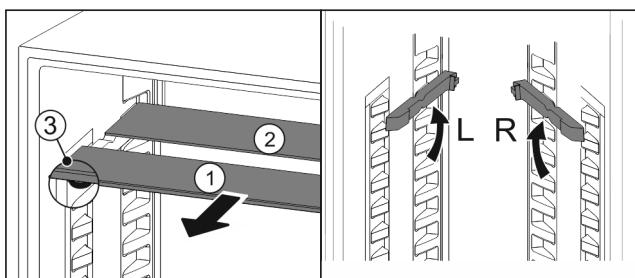

Fig. 60
- Издърпайте Fig. 60 (1) поотделно стъклените площи напред.
- Стъклената плоча Fig. 60 (1) с декоративната лайстна е отпред.
- Ограничителите Fig. 60 (3) сочат надолу.